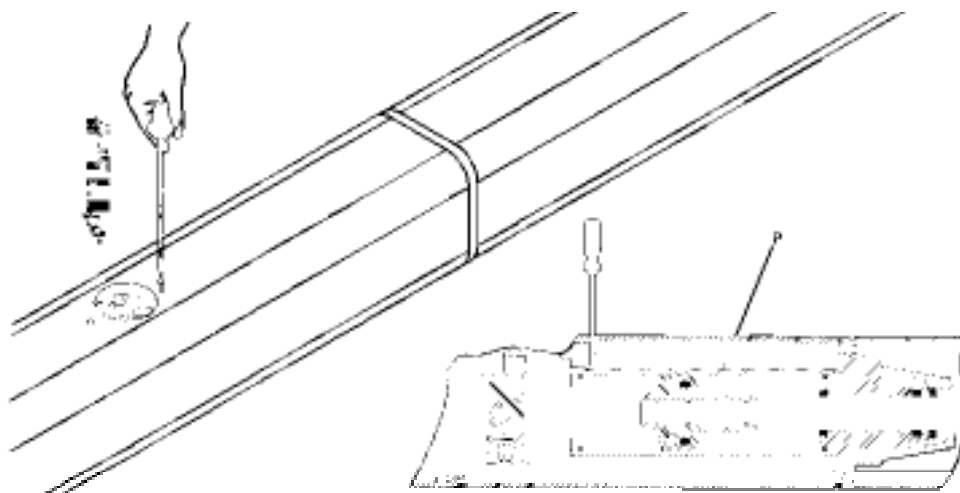

Figure 20
- Avec le portail fermé, ajouter l'huile prescrite jusqu'à ce que son niveau dépasse le tube du piston (fig.20 ref. « P »). Pour pouvoir vérifier cette condition, introduire un tournevis à travers le trou de fixation du groupe de couverture du déblocage jusqu'à toucher le tube du piston en vérifiant qu'il soit huilé.